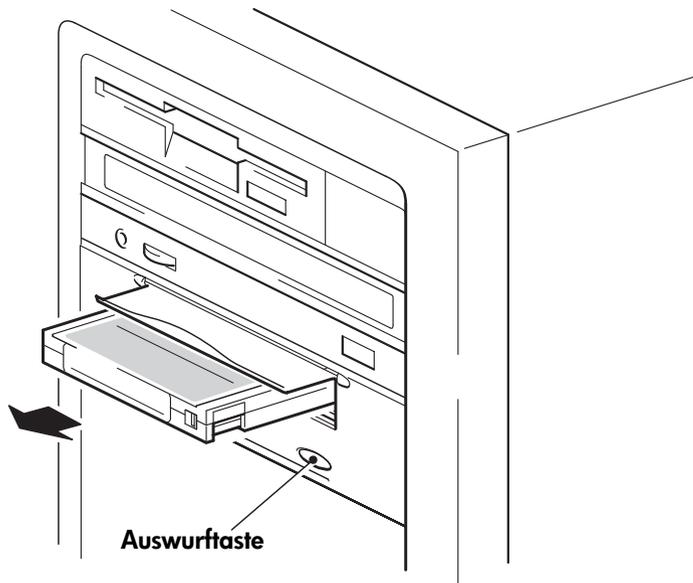

Abbildung 10b: Entnehmen einer Kassette
- 1 Drücken Sie die Auswurfaste im Bedienfeld. (Siehe Abbildung 10b.)